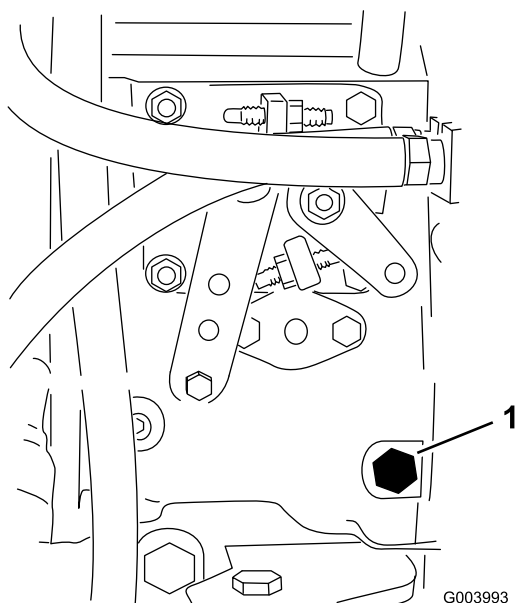

Figura 37
3. Con una chiave di 12 mm aprite la vite di spurgo dell'aria, situata sulla pompa di iniezione del carburante (Figura 37).